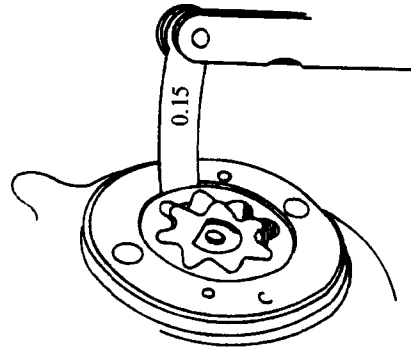

图 1-24 测量泵体与转子的径向间隙
(2) 泵体与转子的径向间隙标准值为 $0.15\sim 0.20\text{mm}$ ，维修极限值为 0.25mm 。其检查方法如图 1-24 所示。